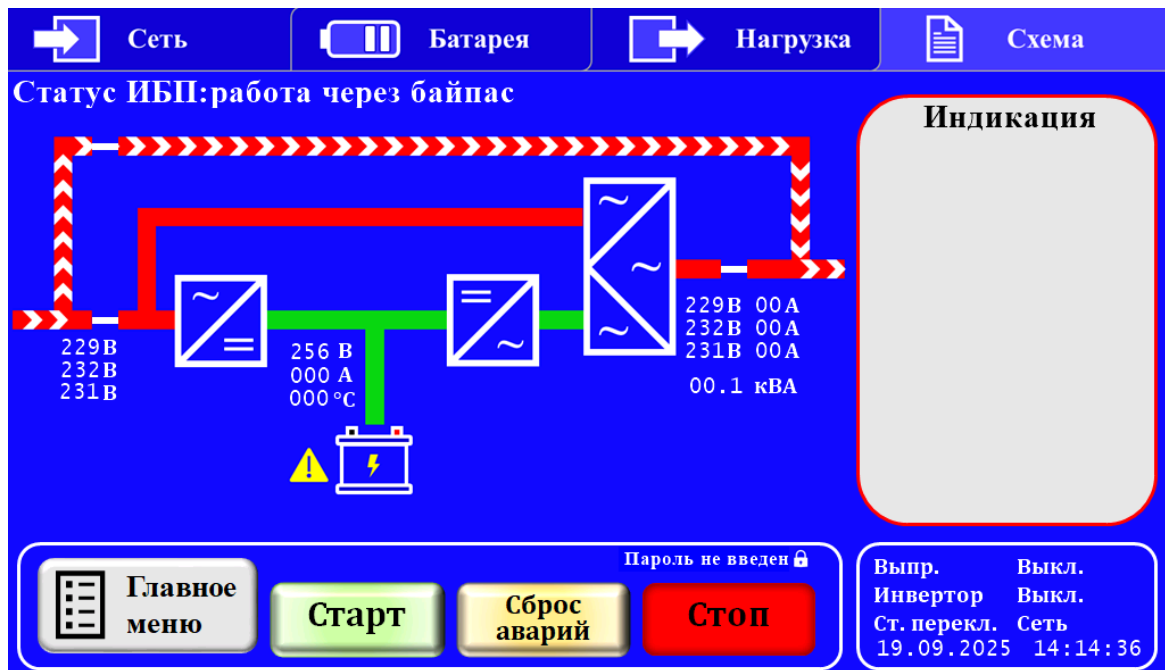

Рисунок 15 – Индикация на пульте управления при включенном ручном байпасе и выключенном СГЭП
2.3.6.9 Выпрямитель и инвертор поменяют статус на «Выкл.», как показано на Рис. 15.